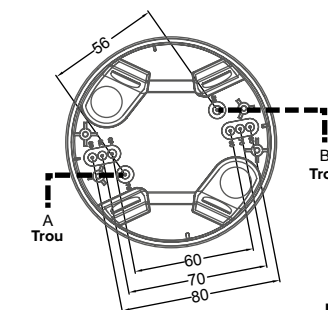

FIG. 11
1. Déterminez la distance adéquate des vis de montage dans le boîtier en saillie pour le montage sur une boîte de jonction. À cet effet, 4 paires d'évidements ont été prévues dans le boîtier, dont la distance varie de 56 à 80 mm, afin que le boîtier puisse toujours être monté correctement sur les différentes boîtes d'encastrement. Pour ce faire, sélectionnez un trou avec la même distance des deux côtés (voir aussi FIG. 11)